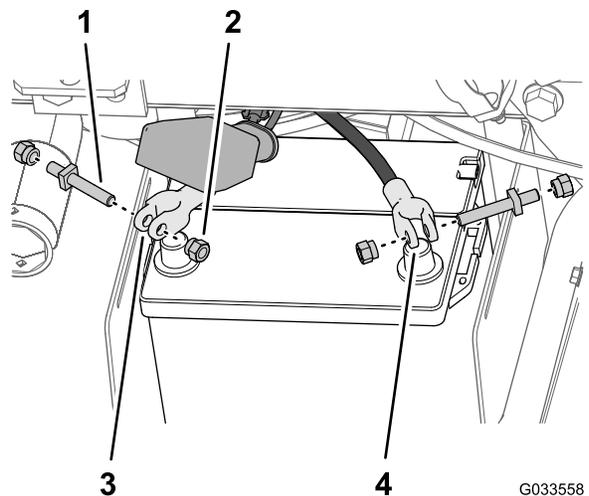

Рисунок 30
- Установите, не затягивая, болты клемм и зажимные гайки на зажимы положительного и отрицательного кабелей аккумулятора (Рисунок 30).